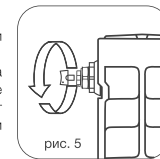

рис. 5
4. Для удаления воздуха из радиатора в верхний коллектор обязательна установка крана Маевского* или автоматического воздухоотводчика. Для удаления воздуха через кран Маевского необходимо периодически (несколько раз в год) вручную стравливать его с помощью специального ключа* (рис. 5)